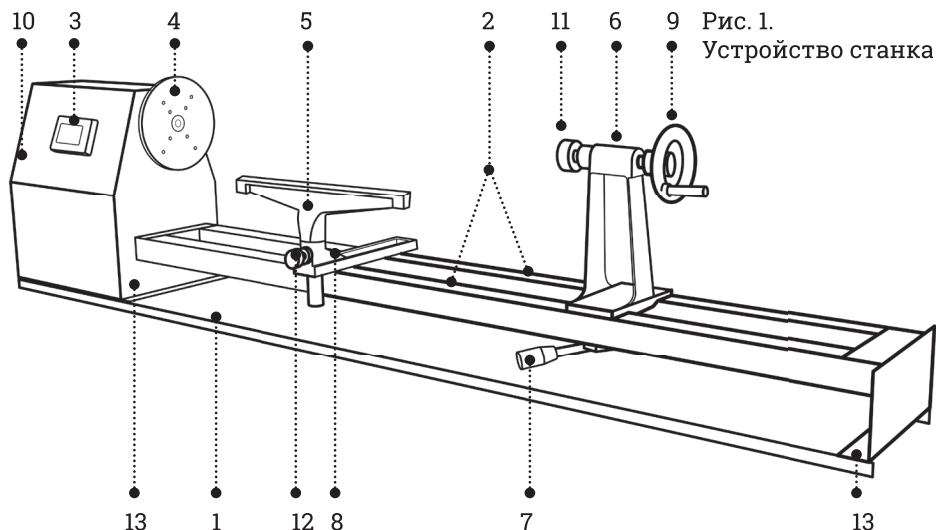
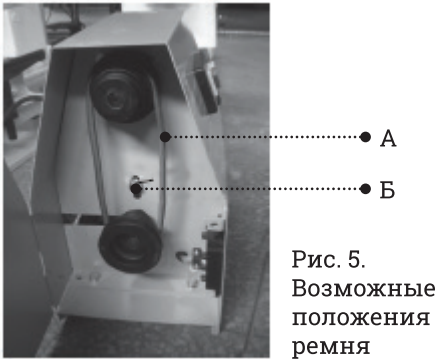
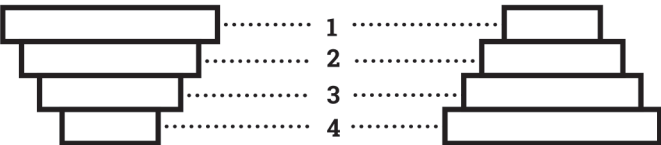

Рис. 1.
Рис. 5.
Рис. 6.
совпадающие с отверстиями крепления станка (13) (рис. 1). Надежно закрепите станок при помощи болтов (не входят в комплект поставки).
Передвиньте заднюю бабку к заготовке и прижмите центр заготовки к центру задней бабки (11) (см. рис. 1). Зафиксируйте заднюю бабку рычагом фиксации положения задней бабки (7), подожмите заготовку центром задней бабки, вращая рукоятку (9) по часовой стрелке.
Вставьте штекер сетевого кабеля в розетку. Чтобы включить станок, нажмите кнопку включения «I» (рис. 4) магнитного выключателя (3) (см. рис. 1). Для выключения нажмите кнопку «O». После окончания работ или при настройке станка отключите штекер шнура питания от сети.
Станок предлагает четыре скорости вращения шпинделя. Чтобы установить необходимую скорость вращения, нужно снять кожух двигателя (10) (см. рис. 1). Скорость вращения шпинделя меняется перемещением ремня (А) на двух шкивах (рис. 5). Возможные положения и соответствующая скорость вращения указаны на рис. 5.
Ослабьте крепежный болт электродвигателя (Б) (см. рис. 5). Установите ремень на необходимые шкивы (рис. 6). Натяните ремни перемещением электродвигателя вниз так, чтобы при приложении нагрузки к ремню в 2 кг он прогнулся на 1 см. Зафиксируйте его, вновь затянув крепежный болт (Б).